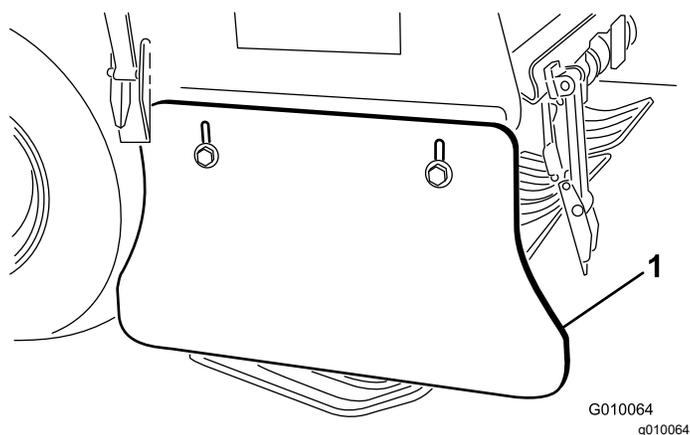

Figure 67
2. Desserrez les boulons et les écrous qui fixent le déflecteur latéral au cadre (Figure 67).